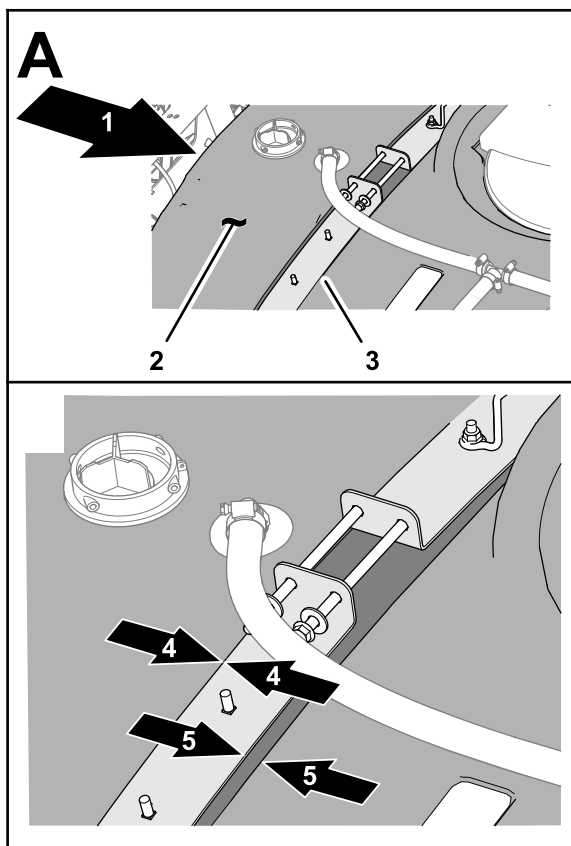

図 8
2. 液剤タンクを前方に移動させる液剤タンクの一番後ろの固定ベルト用くぼみの後ろ側にタンク固定ベルトがぴったりと合うまで移動させる 図 8。